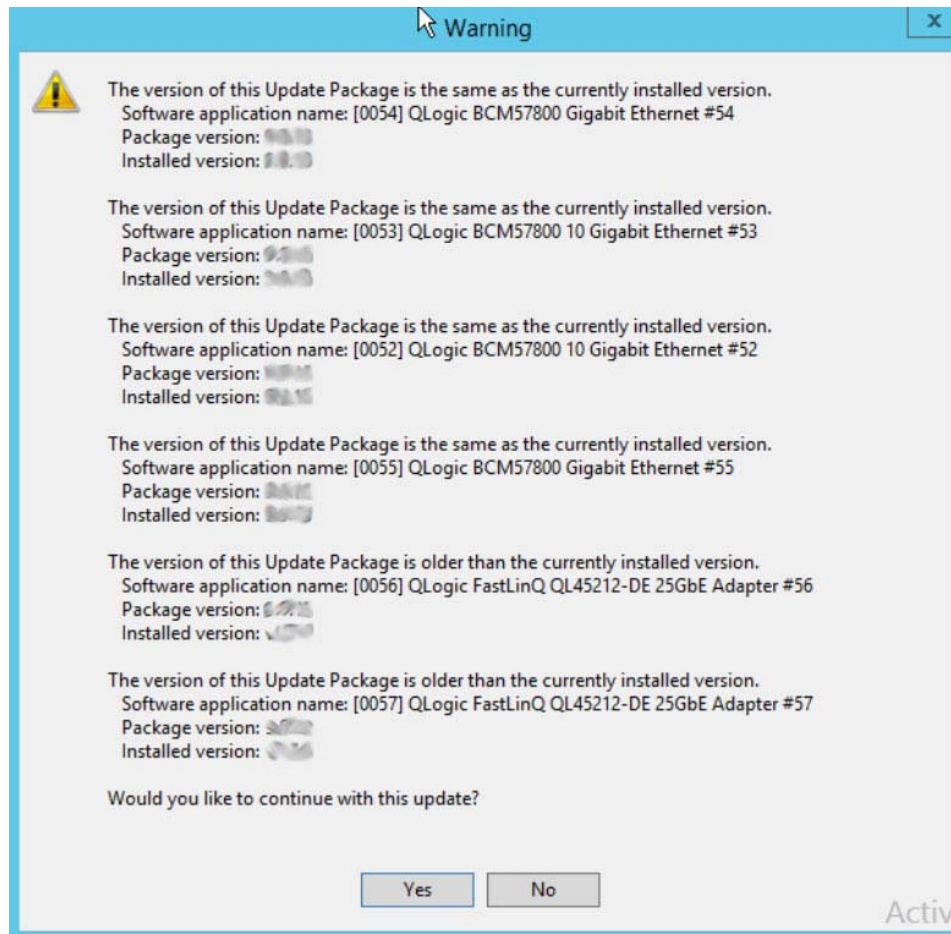

Abbildung 4-2. Dell Aktualisierungspaket: Aktualisierung fortsetzen
2. Befolgen Sie die Anweisungen auf dem Bildschirm. Wenn ein Dialogfeld mit einer Warnung angezeigt wird, klicken Sie auf **Yes** (Ja), um mit der Installation fortzufahren. Siehe hierzu Abbildung 4-2.